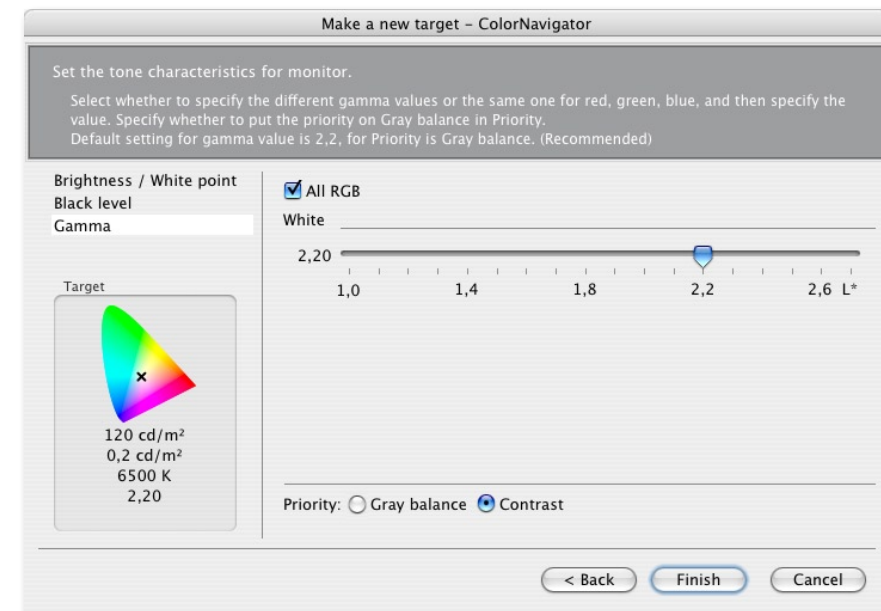

Abb. 5: Hier legen Sie den Zielwert für Gamma fest.
- Im nächsten Schritt – zu dem man durch den üblichen Klick auf *Next* kommt – wird der Gamma-Zielwert eingestellt (Abb. 5). Gamma lässt sich zwischen 1,0 und 2,8 frei wählen; zusätzlich steht L^* als Gammawert zur Verfügung (der L^* - bzw. L-Star-Farbraum entspricht dem neuen ECI-v2-RGB).